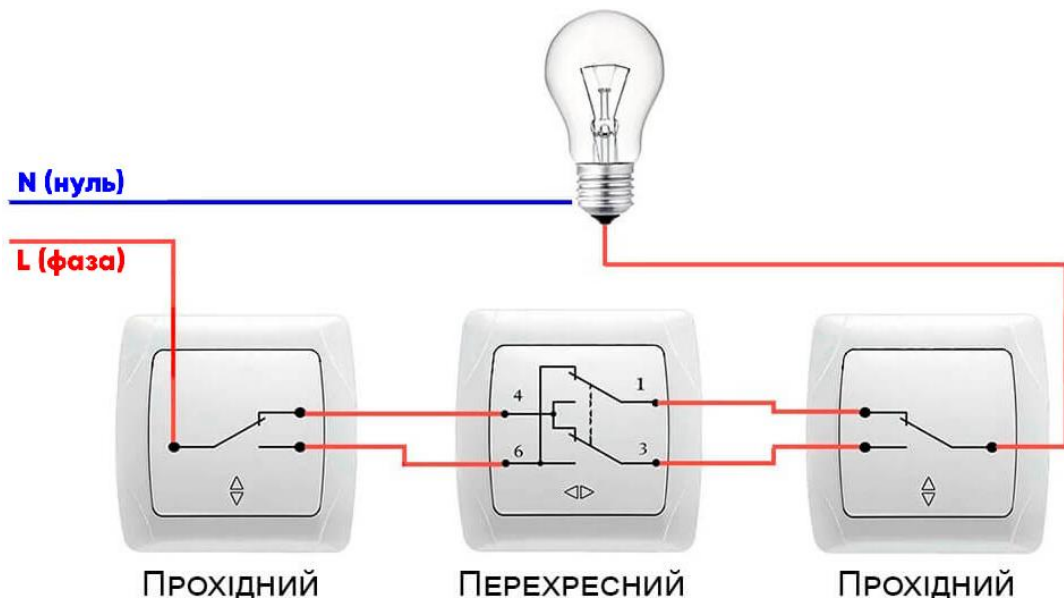

Рис. 5.6. Схема керування освітленням з трьох місць
2. Ознайомитися з принциповою схемою підключення освітлення з трьох і більше місць із використанням перехресного перемикача (рис. 5.6).